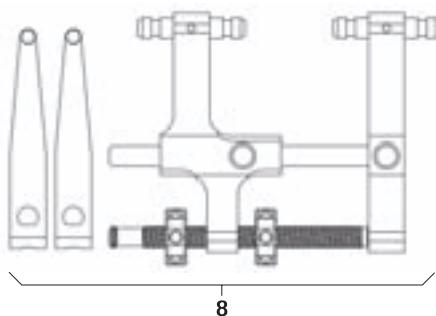

Рис. 14
- Установить дистрактор 8 с дистракционными пластинаами, см. Рис. 14.